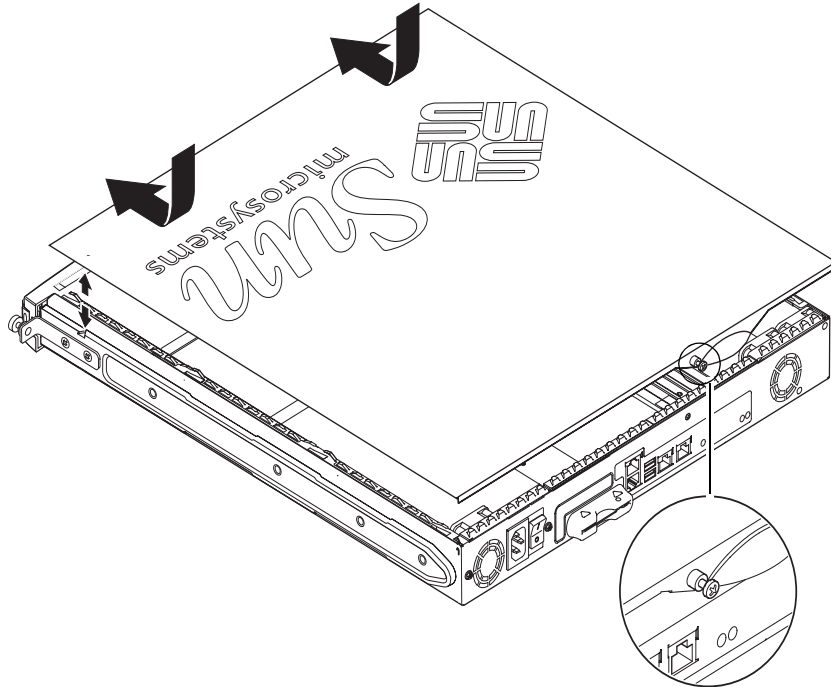

FIGURA 8-4 Colocación de la cubierta superior
6. Vuelva a colocar la cubierta del sistema y ajuste el tornillo de captura (consulte la FIGURA 8-4).